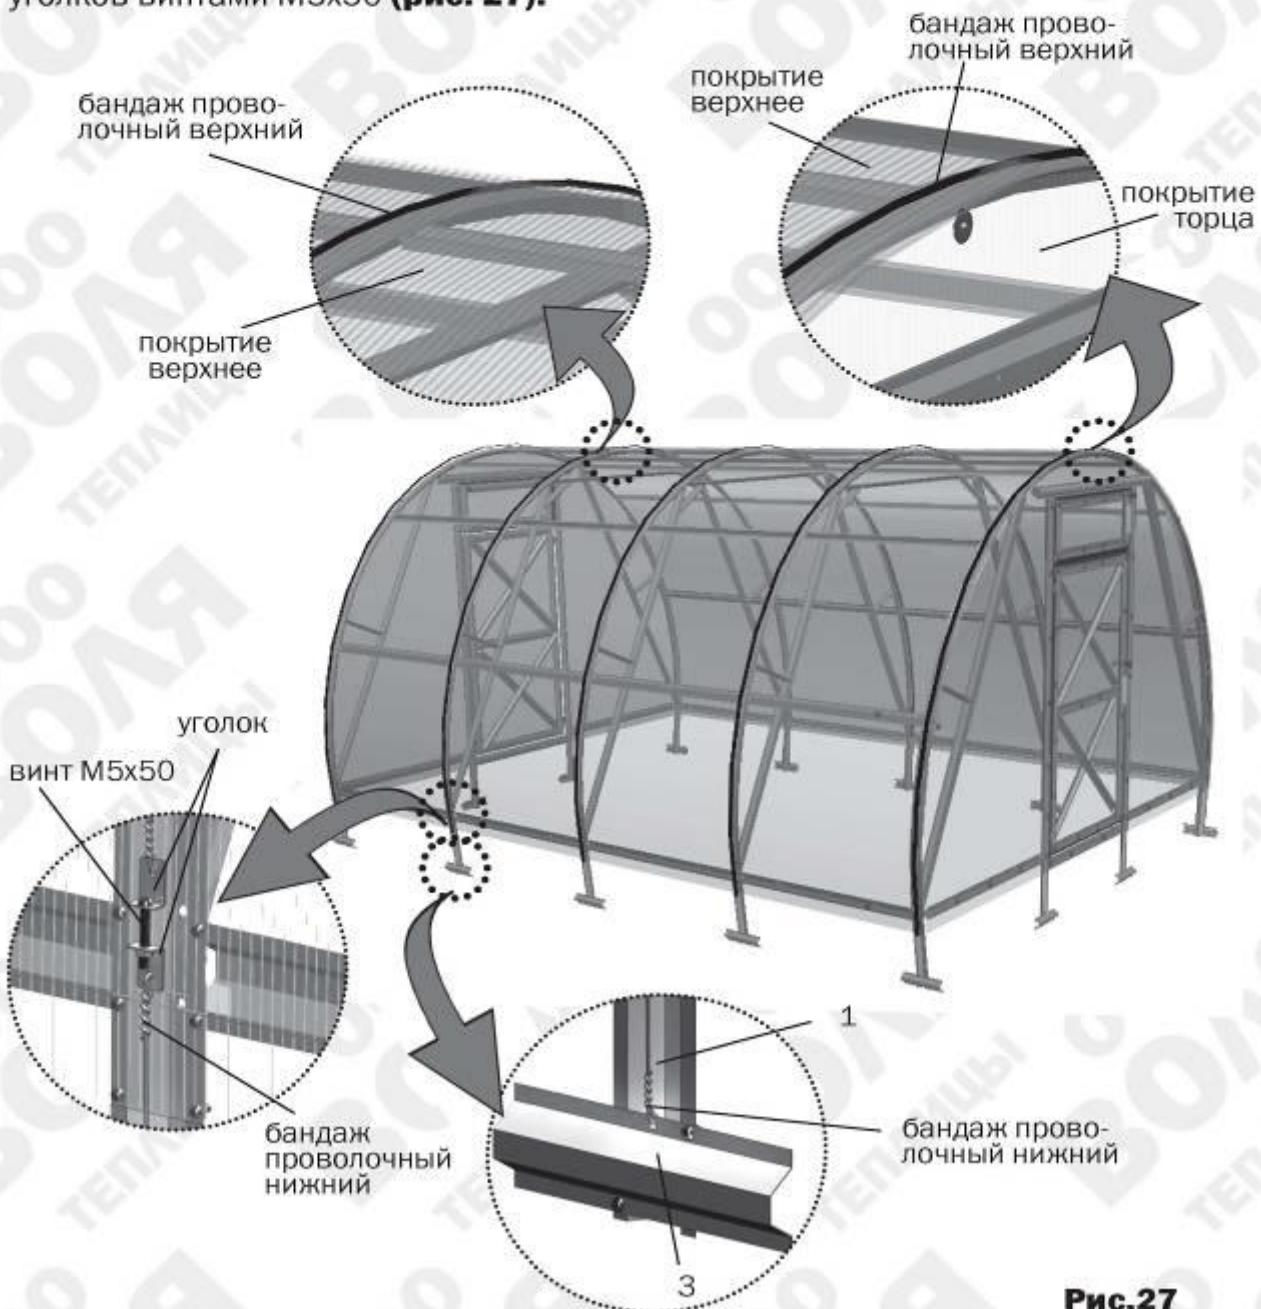

Рис.27
10. Листы поликарбоната заводятся на каркас теплицы и устанавливаются равными выступами за кромки дуг. Если боковые кромки поликарбоната существенно непараллельны кромкам дуг каркаса, то это означает каркас не выровнен перед затягиванием винтов и к этой операции следует вернуться. Последующие листы поликарбоната заводятся и устанавливаются с нахлестом на предыдущий лист. Проволочный верхний бандаж (6 м) устанавливается по дуге каркаса, начиная с середины каждого листа и стягивается с нижним бандажем с помощью уголков винтами M5x50 (**рис. 27**).